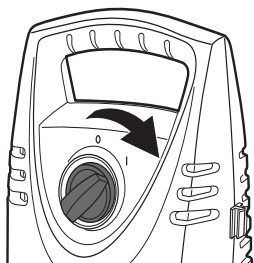

Fig. 17
- > Rode o interruptor de ligar/desligar (6) no sentido dos ponteiros do relógio para a posição de ligado (“I”) para ligar o aparelho (Fig. 17).